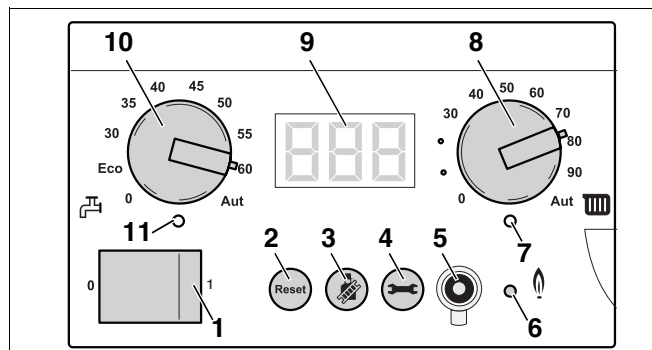

Рис. 81 Главный регулятор BC10
- Включить отопительную установку пусковым выключателем на главном регуляторе Logamatic BC10 (рис. 81, **поз. 1**).
- Нажать кнопку "Трубочист" (рис. 81, **поз. 3**) и удерживать нажатой (примерно две секунды), пока справа внизу на дисплее не появится точка (рис. 81, **поз. 9**). См. также таб. 9, "Тест дымовых газов", стр. 48.
- После того, как светодиод "Горелка" (рис. 81 **поз. 6**) загорится, подождать одну минуту, пока отопительный котел не достигнет своей полной нагрузки.
- Несколько раз нажать кнопку "Индикация состояния" (рис. 81, **поз. 4**), пока на дисплее не будет отображаться индикация температуры.
- Нажать кнопку "Трубочист" (рис. 81, **поз. 3**), чтобы завершить процедуру измерения. См. также таб. 9, "Тест дымовых газов", стр. 48.
- Нажать кнопку "Трубочист" (рис. 81, поз. 3) и удерживать нажатой (примерно две секунды), пока справа внизу на дисплее не появится точка (рис. 81, поз. 9). См. также таб. 9, "Тест дымовых газов", стр. 48.
- После того, как светодиод "Горелка" (рис. 81 поз. 6) загорится, подождать одну минуту, пока отопительный котел не достигнет своей полной нагрузки.